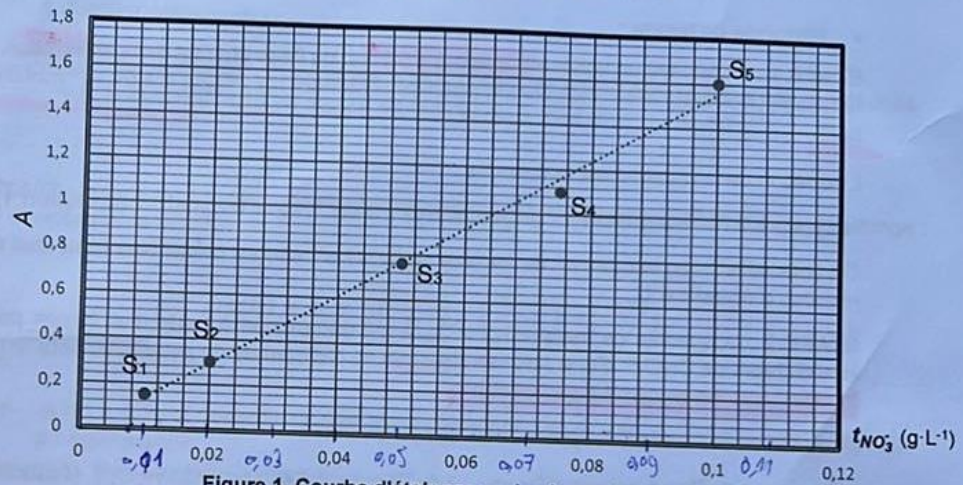

Figure 1. Courbe d'étalonnage des ions nitrate,  $\text{NO}_3^-$
On mesure ensuite l'absorbance A des différentes solutions filles à une longueur d'onde  $\lambda$  judicieusement choisie, puis on trace le graphe de l'absorbance A en fonction de la concentration en masse en ions nitrate  $t_{\text{NO}_3^-}$  (figure 1 ci-dessous).
2. Utiliser la figure 1 pour déterminer la concentration en masse en ions nitrate  $t_1$  de l'eau analysée.